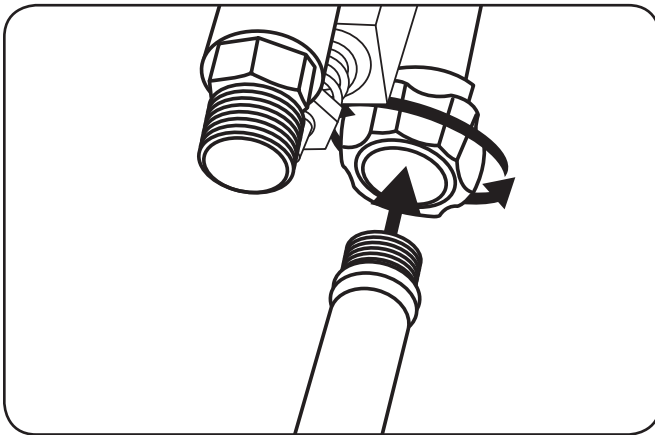

Figure 5-2
5. Branchez la source d'eau à l'orifice d'entrée de la pompe. Voir Figure 5-2.